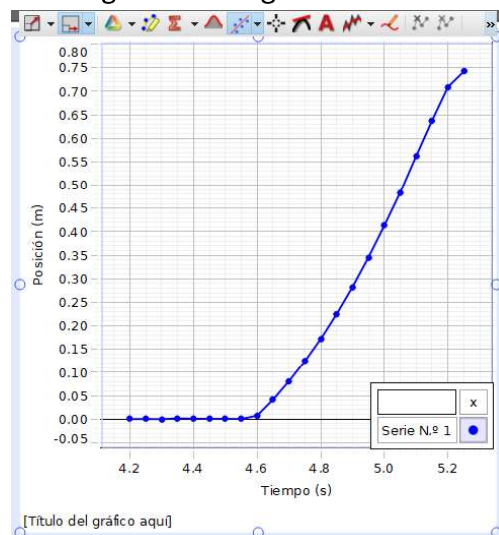

Figura No. 3
6. En la *Figura No. 3* se observa una simulación del comportamiento de la gráfica. Borre los datos no deseados y consulte a su profesor para ajustar la gráfica al origen.